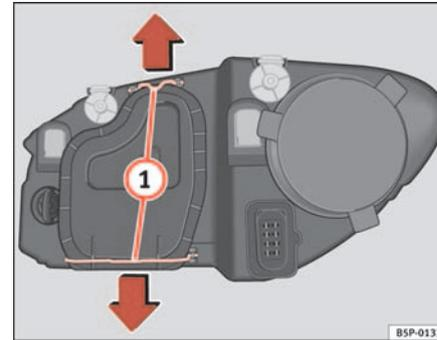

Fig. 181 Luz de cruce
- Desplace los tirantes ⇒ página 265, fig. 181 ① en el sentido de la flecha y saque la tapa.